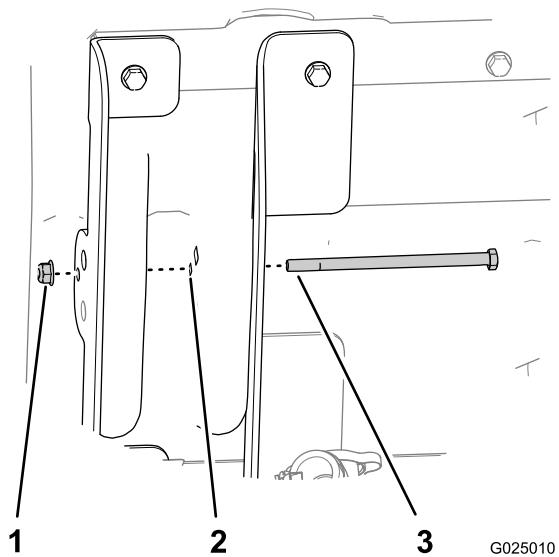

Bild 6
6. Stecken Sie die Sechskantschraube (5/16 x 5-1/2 Zoll) durch die kleine Öffnung in der inneren Ladepritschenhalterung (lange Flansche), die Ladepritschenstruktur und die äußere Ladepritschenhalterung (kurze Flansche), siehe Bild 6.
7. Befestigen Sie die Schraube mit der Bundmutter (5/16 Zoll), bis sie handfest sitzt (Bild 6).
9. Ziehen Sie die Bundmutter an, mit der die Schraube (5/16 Zoll) befestigt ist, bis sie bündig ist (Bild 6).